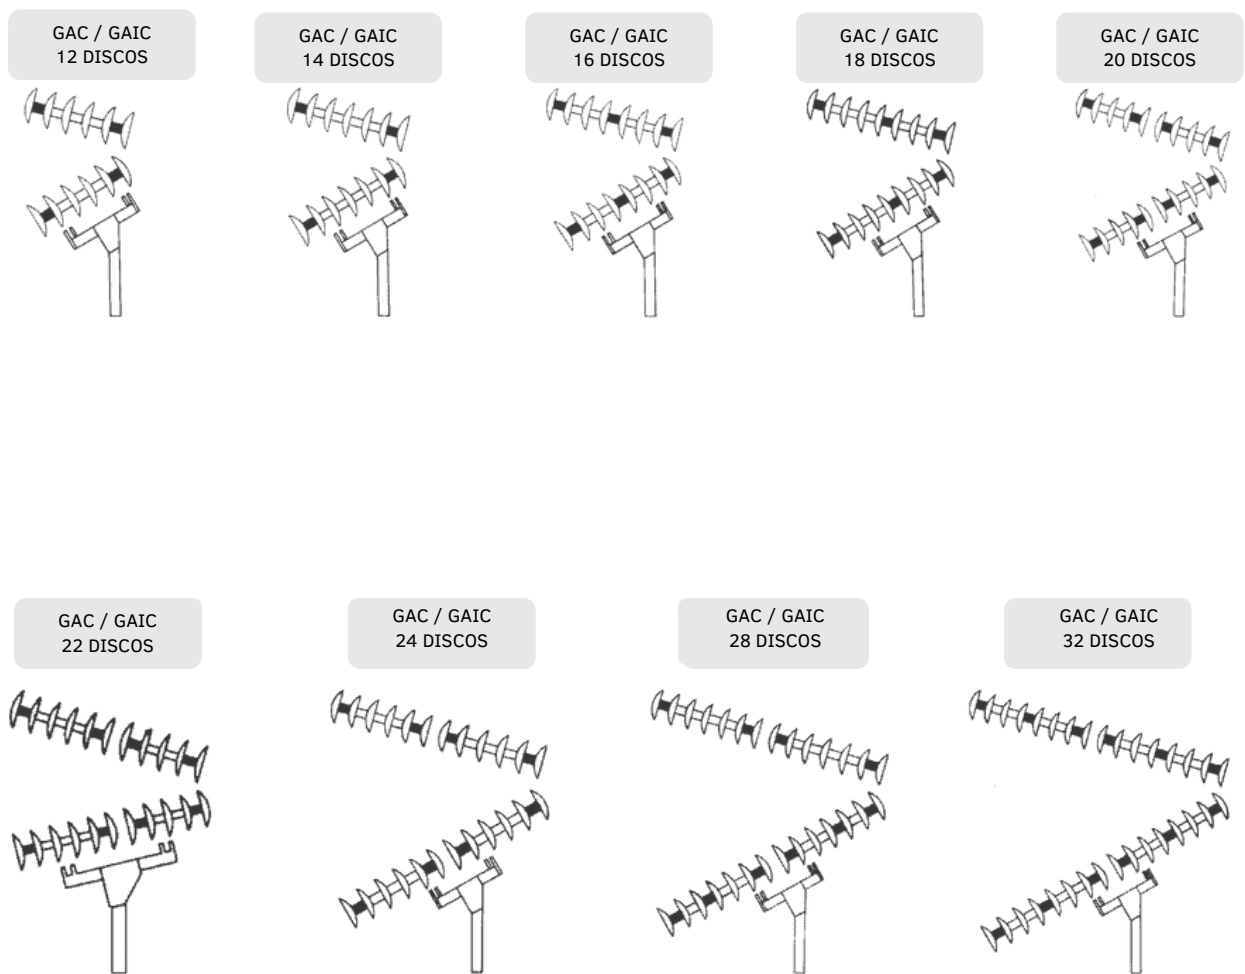
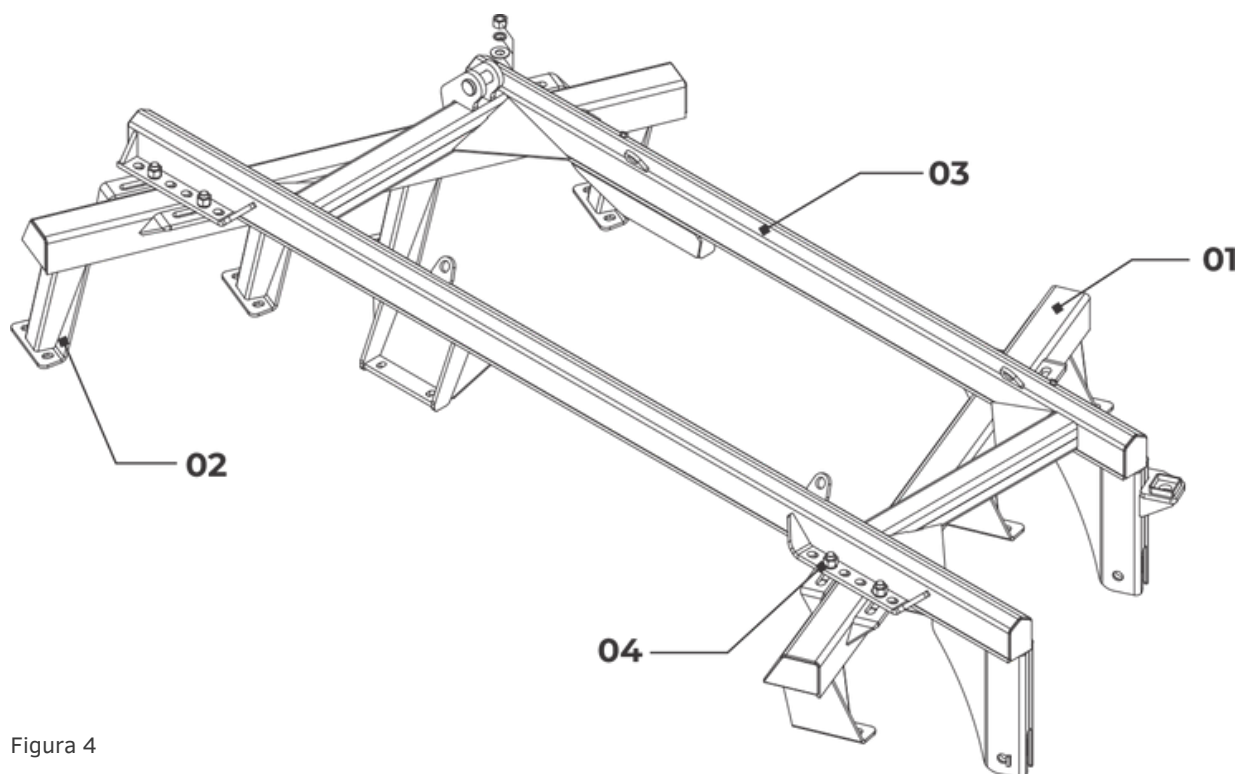
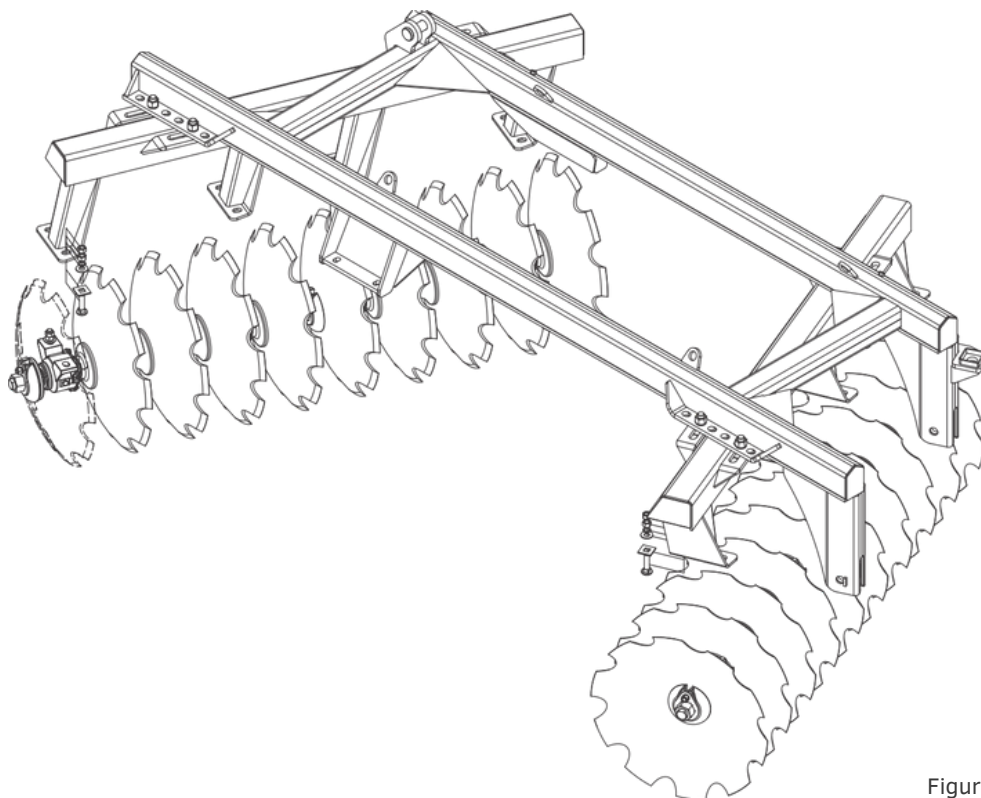

Figura 3
Figura 4
Figura 5
08. Colocar as armações dianteira item 1, figura 4 e traseira item 2 em local plano e limpo;
09. Colocar o montante item 3, sobre as armações e fixá-las através dos parafusos item 4;
10. Erguer uma parte da grade (dianteira ou traseira), colocar o conjunto dos discos em linha, observando a disposição dos mesmos na figura 3. Fazer coincidir a furação das sapatas com as dos mancais e efetuar a montagem através dos parafusos item 1, figura 5;